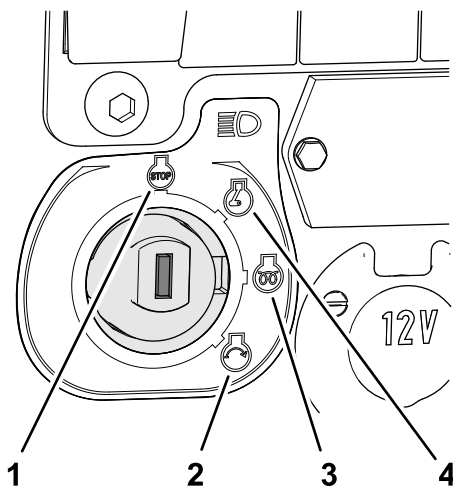

Bild 33
2. Drehen Sie den Zündschlüssel auf die BETRIEB-Stellung (**Bild 33**).